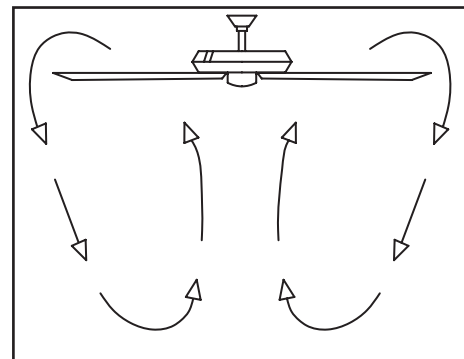

Figure 21
**Par temps frais** - (marche arrière) Un débit d'air descendant fait descendre l'air chaud du plafond, comme illustré à la Figure 21. Ce qui permet d'utiliser un réglage de chauffage plus bas sans nuire à votre confort.